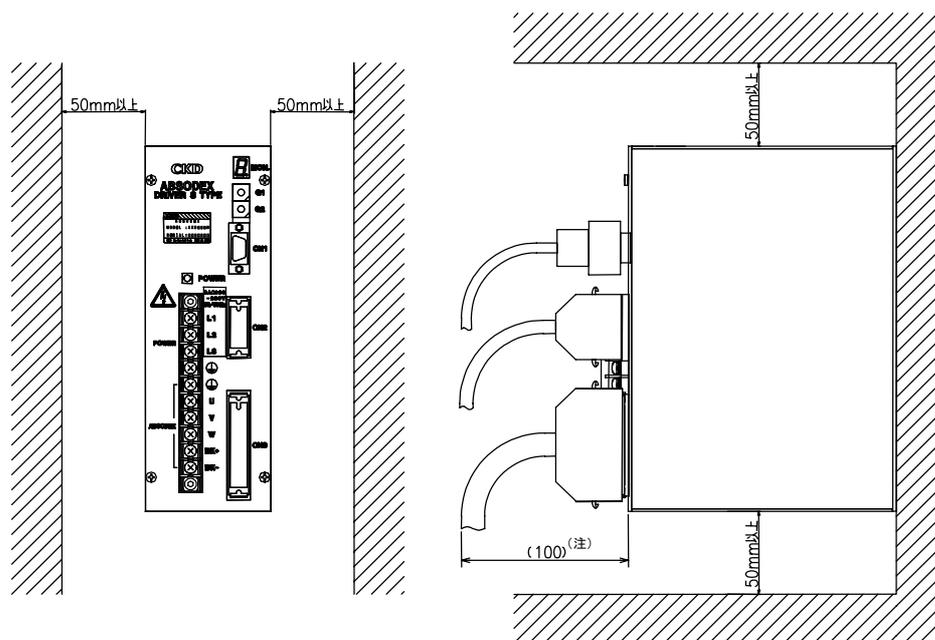

図2. 7 ドライバの設置
- (1) アブソデックスドライバを制御ボックス内に設置する場合は、ボックス内温度が50℃を越えないようにし、**図2. 7**のスペースを確保してください。